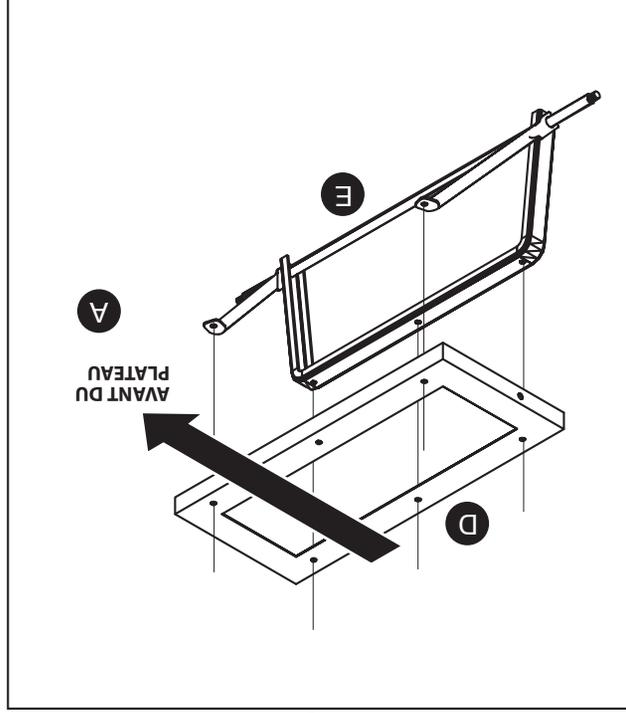

Fig. 4
4. L'essieu arrière (E) doit être fixé à l'arrière du cadre arrière (D). Vérifiez bien l'alignement du cadre arrière (D) avant de le fixer à la benne. Les trous situés sur les côtés du cadre arrière (D) doivent être orientés vers l'arrière de la benne (A). Servez-vous des étiquettes apposées à l'arrière du cadre arrière (D) pour vérifier la position du cadre arrière, comme l'illustrent les figures 4, 5 et 6.